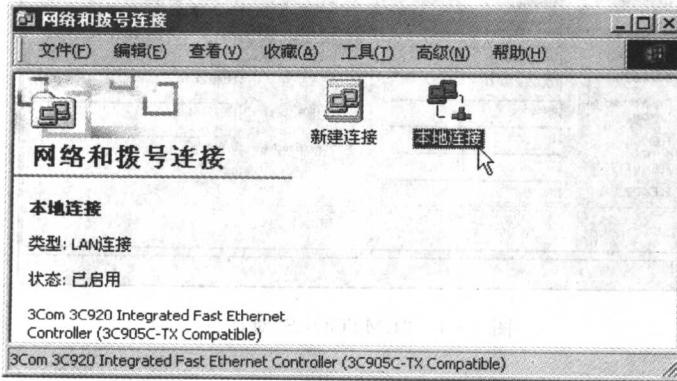

图 1-2 “网络和拨号连接”窗口
1) 在 Windows 2000 系统中,单击“开始”→“设置”→“网络和拨号连接”命令,弹出如图 1-2 所示的“网络和拨号连接”窗口,选择或者新建一个“本地连接”。